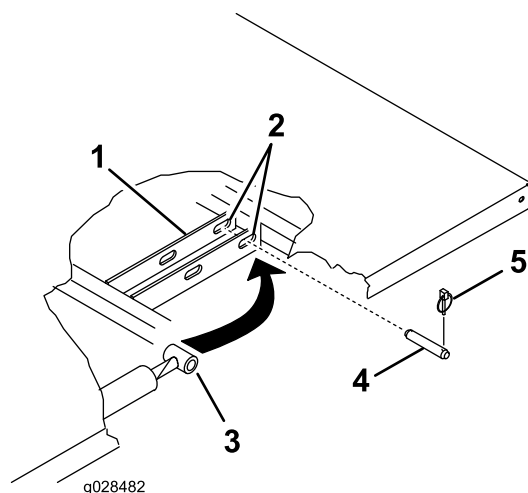

Figura 5
7. Introduza o passador de forquilha a partir da parte exterior da plataforma com o pino de sujeição virado para fora (Figura 5).